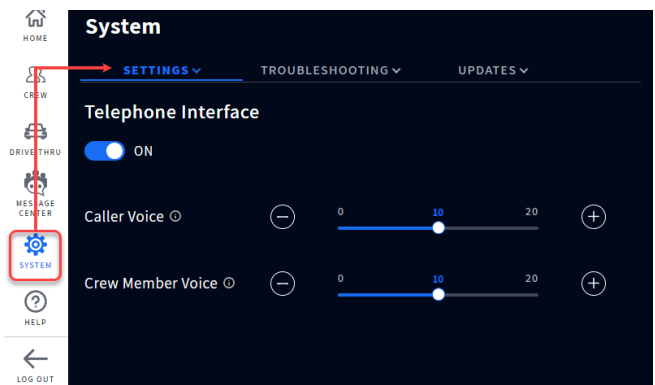

Fig. 12.5
2. Inicie sesión en la estación base NEXEO y vaya a Sistema > Configuración. Seleccione Interfaz telefónica en la lista desplegable, véase la Fig. 12.5. Cambie el interruptor de APAGADO a ENCENDIDO y, si es necesario, utilice los controles deslizantes para ajustar los niveles de volumen.